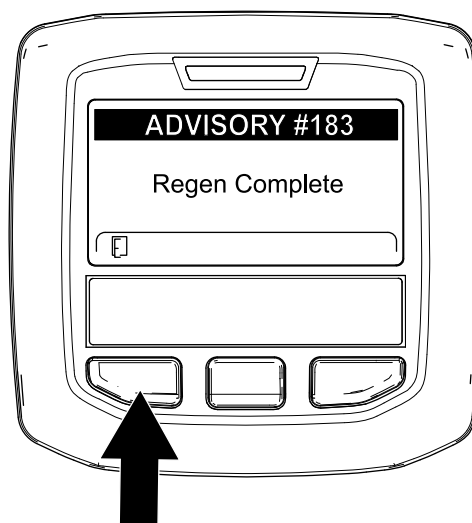

Рисунок 69
9. Когда компьютер двигателя завершает процесс стационарной или восстановительной регенерации, на дисплее инфо-центра появляется ИНФОРМАЦИОННОЕ СООБЩЕНИЕ № 183 (Рисунок 69). Для перехода на главный экран нажмите левую кнопку.